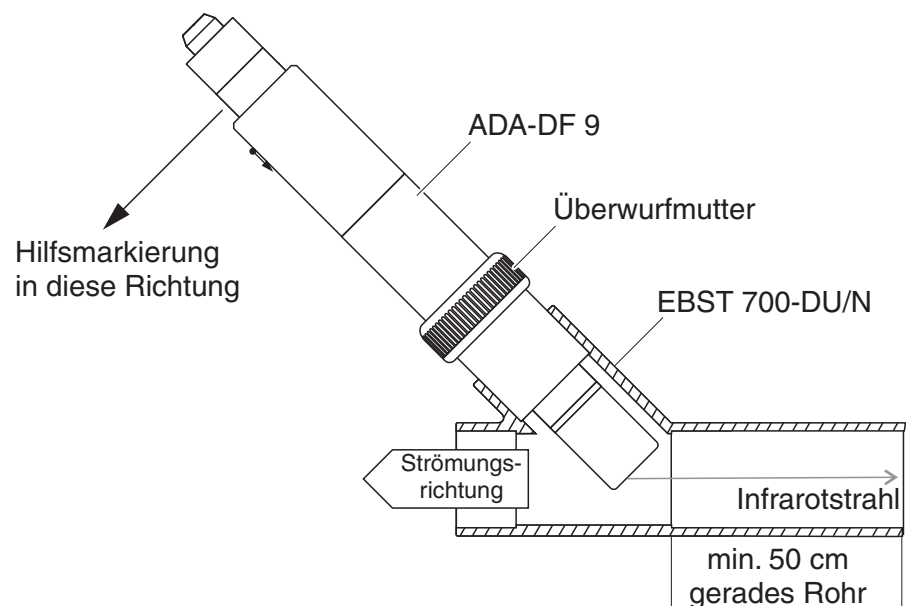

Bild 3-5 Trübungssensor im Rohr mit Durchflussarmatur EBST 700-DU/N
Bild 3-5 zeigt den Einbau in die Durchflussarmatur EBST 700-DU/N zur Installation in eine gerade Rohrleitung (DN 50). Der Infrarotstrahl zeigt parallel zur Rohrachse gegen die Strömung. Die Markierung am Sensor zeigt zur Rohrleitung (siehe Bild 3-5).
- 2 Sensor mit Hilfe des Adapters ADA-DF 9 in die Durchflussarmatur einbauen (siehe Bedienungsanleitung des Adapters). Zum richtigen Positionieren Überwurfmutter an der EBST 700-DU/N etwas lockern und die Hilfsmarkierung wie in Bild 3-5 gezeigt ausrichten. Anschließend die Überwurfmutter festziehen.